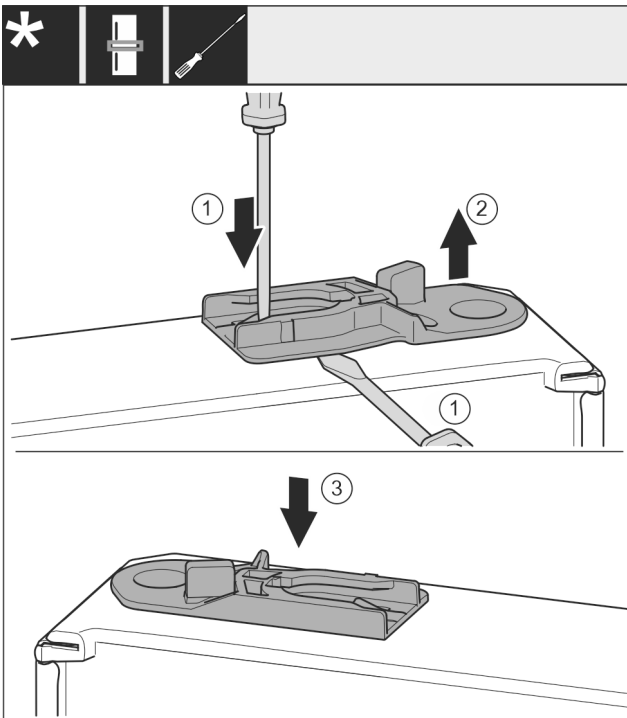

Fig. 45
- ▶ 拉出导向轴套：将接片 Fig. 45 (1)用带槽螺丝刀按住的同时将带槽螺丝刀移动到导向轴套 Fig. 45 (2)下方。
- ▶ 将供货时附带的导向轴套 Fig. 45 (3)插入外壳的另一侧。